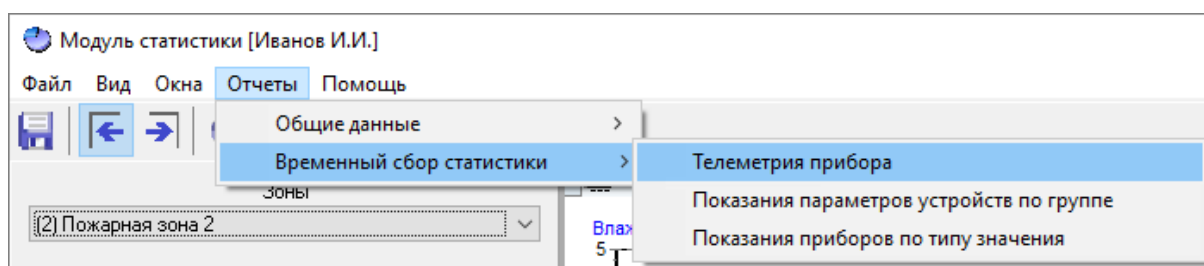

Рисунок 11-157 Переход к формированию отчета "Телеметрия прибора" на основании общих данных сбора статистики из меню отчетов "Временный сбор статистики"
- либо выберите соответствующий отчету пункт в меню отчетов «Общие данные» (см. п. 11.3.1.4) главного окна программного модуля «Статистика» (см. Рисунок 11-157);